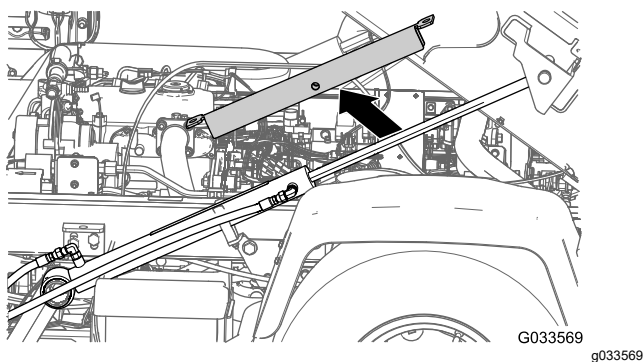
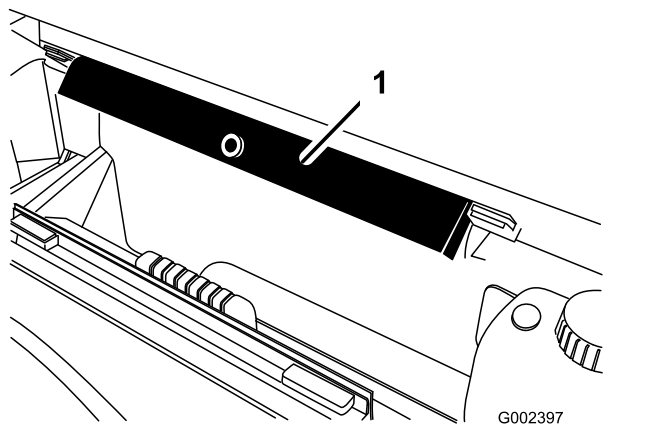

Figura 32
Figura 33
2. Îndepărtai suportul platformei de pe cilindrul de ridicare i depozitai suportul pe consolele de depozitare din spatele panoului ROPS (Figura 32 i Figura 33).